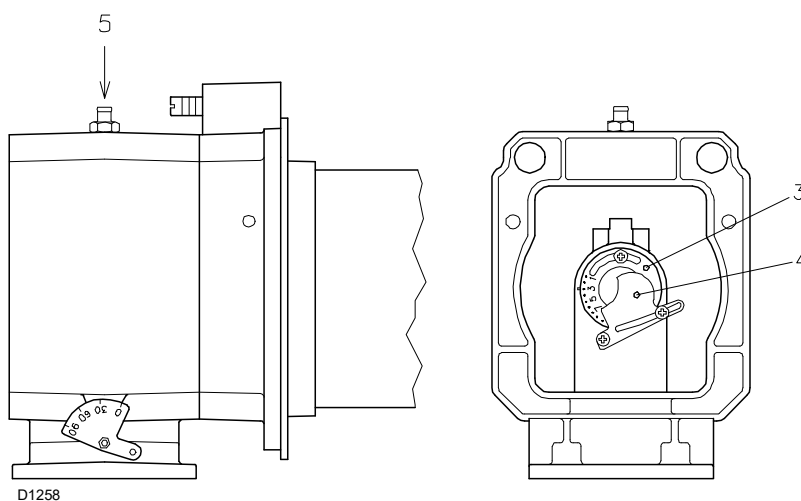

Fig. 3
Utiliser la vis 1)(Fig. 3), identique à celle prévue pour le fonctionnement au méthane.
Pression du gaz mesurée à la prise (5)(Fig. 3) avec chambre de combustion à 0 mbar et brûleur fonctionnant en 2ème allure.